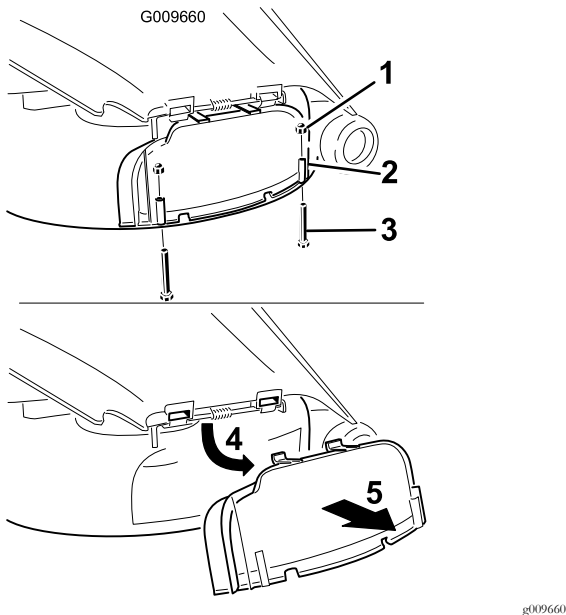

Figure 24
3. Enlevez les 2 boulons et écrous qui fixent le couvercle d'éjection au plateau de coupe (Figure 24).